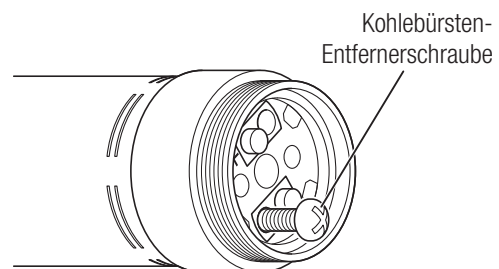

Abb. 13
- 3) Drehen Sie die Kohlebürste-Entfernerschraube (im Lieferumfang der Ersatzkohlebürste enthalten) mit zwei bis drei Umdrehungen in die Gewindebohrung. Entfernen Sie dann die Kohlebürsten, indem Sie an der Entfernerschraube ziehen (Abb. 13).